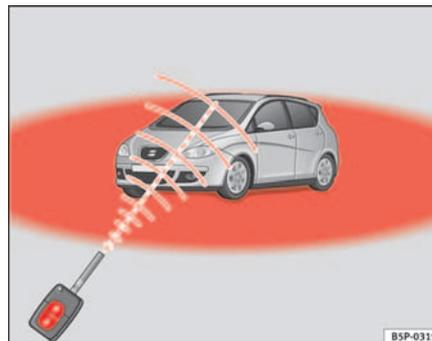

Fig. 65 Radio de acción del mando a distancia por radiofrecuencia
- El mando a distancia por radiofrecuencia funciona únicamente dentro de su radio de acción ⇒ página 106, fig. 65 (zona roja).